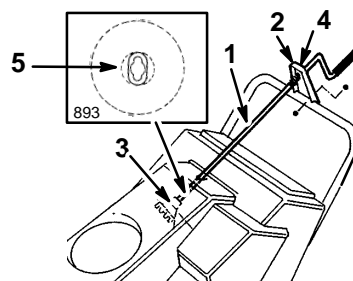

Figure 6
- Insérer l'extrémité aplatie de la manivelle dans le trou du capot, tout en présentant le support de montage face aux trous du mancheron inférieur (Fig. 6).
- Tourner lentement la manivelle jusqu'à ce que l'extrémité aplatie s'engage dans l'ouverture de l'engrenage caché et fasse tourner la couronne de l'éjecteur (Fig. 6).
- Insérer à fond la bague en plastique dans le trou du support de montage (Fig. 6).
- Fixer le support de montage au mancheron à l'aide des 2 boulons six pans et de leurs écrous (Fig. 6).